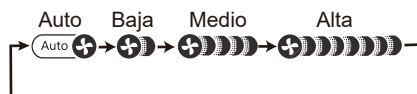

Figura 16
2. 3 velocidades de ventilador: La velocidad del ventilador se ajustará a su vez como se muestra en la Figura 16.